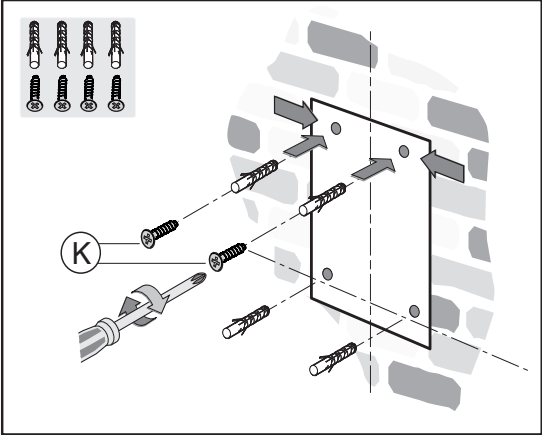

Fig.3
- Teken en maak de bevestigingsgaten (afb. 3).
- Bevestig de 2 bovenste schroeven **K** zonder ze volledig vast te draaien en doe de pluggen op hun plaats (afb. 3).